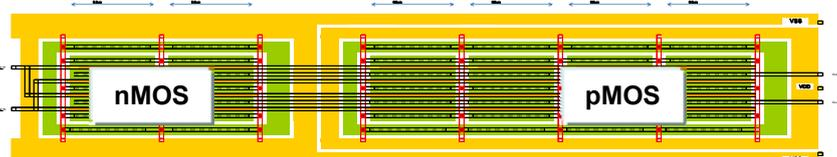

図1 28 Gbps高速ドライバの設計レイアウト例 (130 nm MS) 高速レシーバ、ラッチ、クロック含む
- 回路は全て既存IPを使わず、オリジナルなデバイス・回路設計 (図1) 微細プロセスを採用しなくても 28 Gbpsシステムが可能